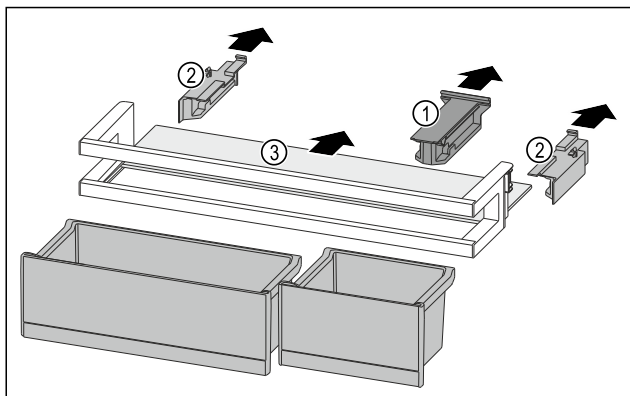

Fig. 264
- Halteteil Fig. 264 (1) abziehen.
- Seitenteile Fig. 264 (2) abziehen.
- Abstellfläche Fig. 264 (3) entnehmen.